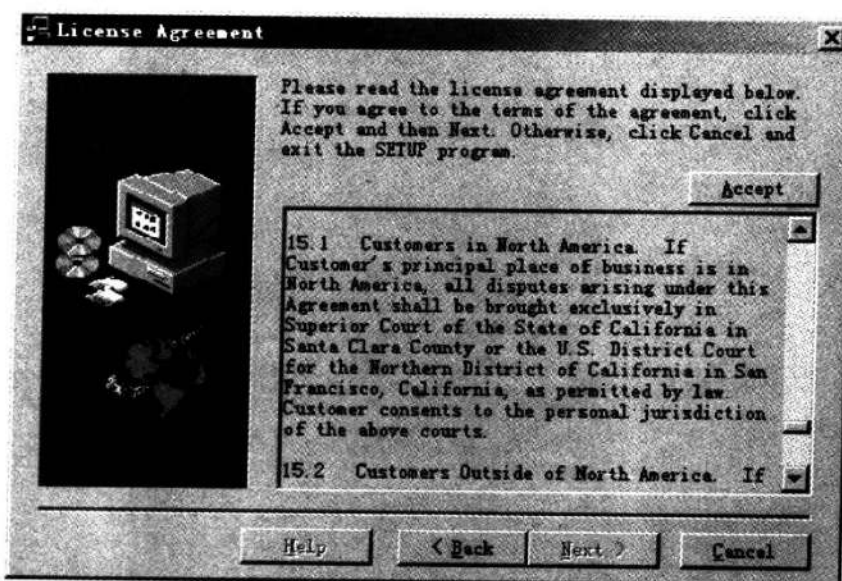

图 3-3 WindRiver 的许可协议
② 安装程序会显示许可协议,如图 3-3 所示。认真阅读其中各项条款,若接受许可协议,则单击 Accept 和 Next 按钮。